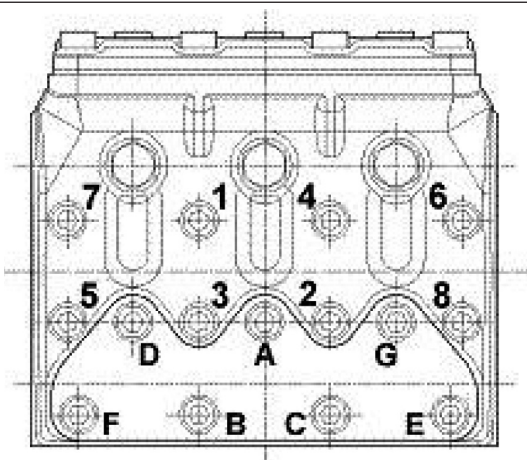

Abb. 24
** Die Befestigungsschrauben des Kopfes, Pos. 39 (65-KFR) der Explosionszeichnung, müssen mit einem Drehmomentschlüssel bei Schmierung des Gewindeschäfts in der vorgegebenen Reihenfolge festgezogen werden, siehe Schema in Abb. 24.
*** Die Befestigungsschrauben der Ventildeckel, Pos. 40 (61-KFR) der Explosionszeichnung, müssen mit einem Drehmomentschlüssel bei Schmierung des Gewindeschäfts in der vorgegebenen Reihenfolge festgezogen werden, siehe Schema in Abb. 24.